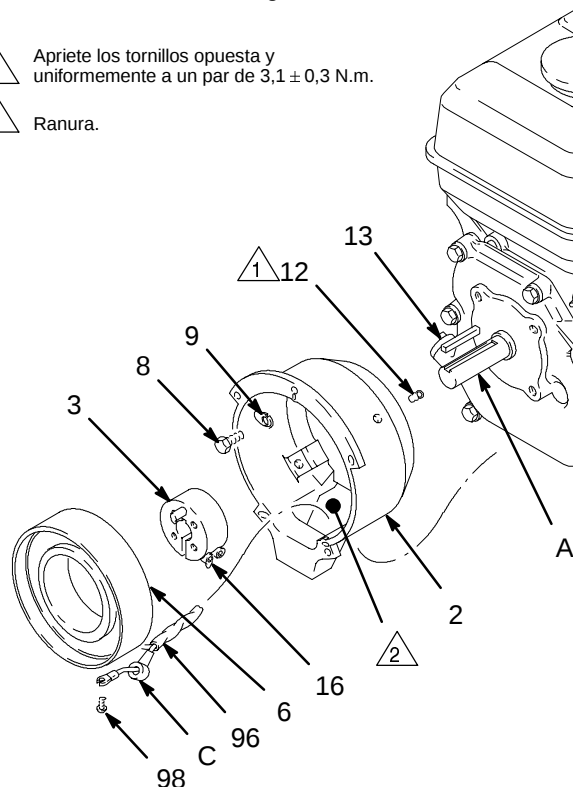

Fig. 18
1. Instale el **cárter del embrague (2)**, los tornillos de cabeza (8) y las arandelas de retención (9) en el motor. Vea la Fig. 18.
2. Instale la **chaveta (13) del eje del motor**. Vea la Fig. 18.
4. Conecte los cables de las guarniciones (96) a los tornillos (98) en ambos sitios del inductor (los cables pueden sujetarse en cualquiera de las dos conexiones). Tire de las tapas de plástico (C) y encájelas sobre los tornillos. Instale el **inductor (6)** en el cárter del embrague (2). Conduzca las guarniciones a través de la ranura del alojamiento de embrague. Con los orificios de los tornillos de bloqueo del inductor y del cárter del embrague (2) alineados, apriete los tornillos de bloqueo (12) opuesta y uniformemente a un par de apriete de $3,1 \pm 0,3$ N.m. Vea la Fig. 18.